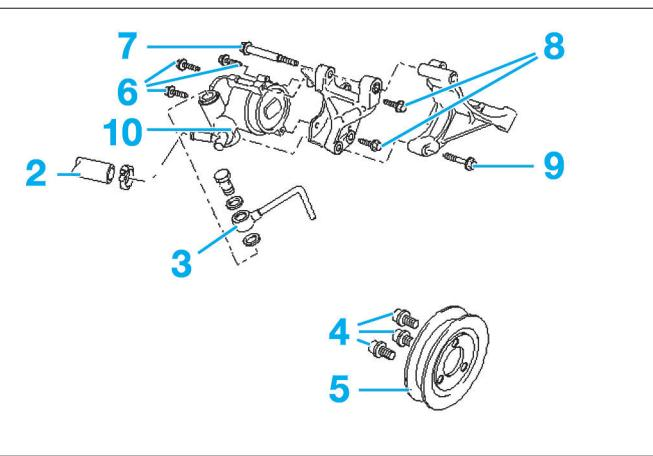

Fig. 26
- Déposer les conduites (2) et (3) (Fig.26).
- Desserrer les vis (4) de fixation de la poulie de la pompe de direction assistée (5).
- Dépose la poulie de la pompe de direction assistée (5).
- Desserrer les vis de fixation (6), (7), (8) et (9) de la pompe de direction assistée (10).
- Déposer la pompe de direction assistée (10).